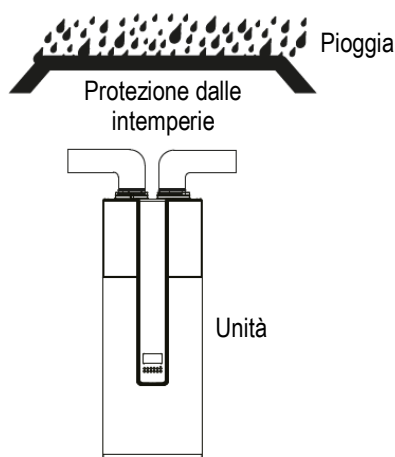

Fig. 3-4
- Se penetra dell'acqua piovana nell'unità, entrando a contatto con i componenti, questi potrebbero danneggiarsi o causare pericoli. (Fig. 3-4)
- Nel caso in cui l'unità sia collegata a un condotto che raggiunge l'esterno, è necessario adottare misure affidabili per l'impermeabilizzazione, per evitare che l'acqua penetri all'interno. (Fig. 3-4)